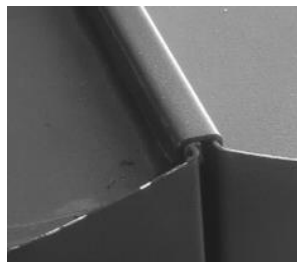

fig. 4
4. À l'aide d'un assistant, placez le rebord du coffre à outils latéral à 6 tiroirs de 14 1/2 po sur le rebord correspondant de l'armoire à outils roulante à 6 tiroirs de 52 po en vous assurant qu'il est affleurant et sécuritaire (fig. 4).